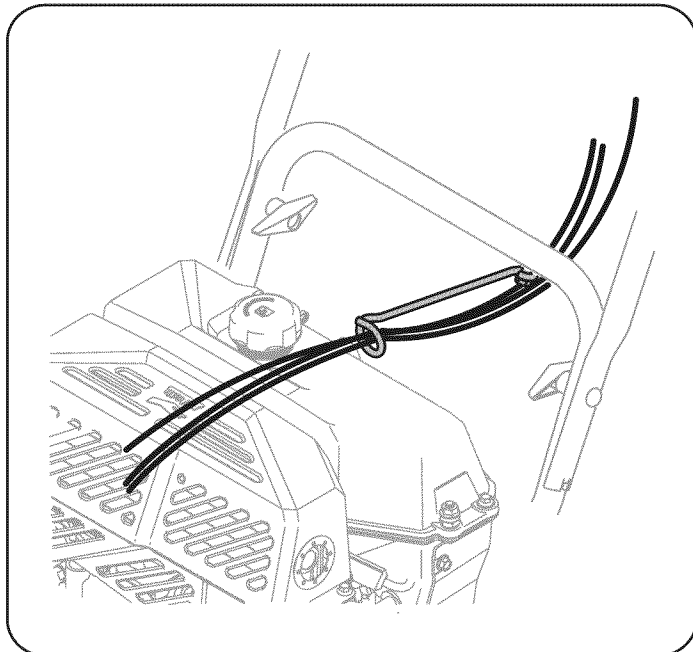

Figura 11
10. Controle que todos los cables estén adecuadamente dirigidos a través de la guía de cables en el motor. Vea la Figura 11.
En el panel de instrumentos de plástico hay orificios para el almacenamiento conveniente del pasador de cuchilla. Vea la figura 11. Consulte la sección de servicio y mantenimiento para más información en cuanto al reemplazo del pasador de cuchilla.